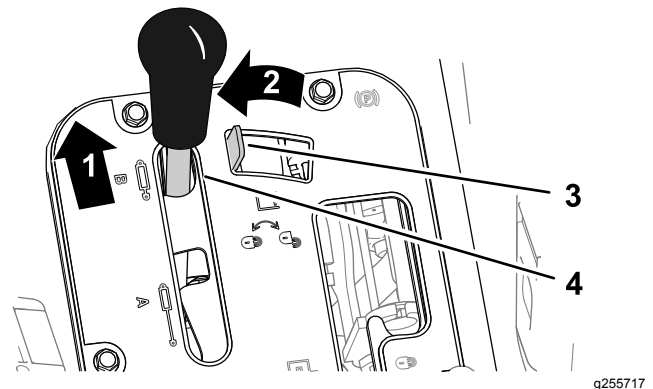
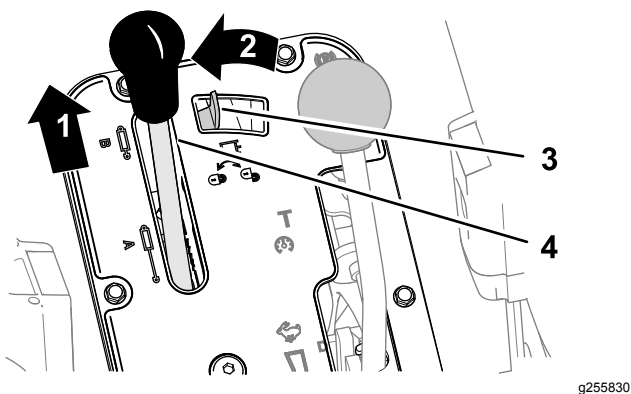

Figura 90
Figura 91
1. Empuje hacia delante la palanca de elevación hidráulica (Figura 90 o Figura 91).
2. Mueva el bloqueo de elevación hidráulica hacia la izquierda para accionar el bloqueo (Figura 90 o Figura 91).